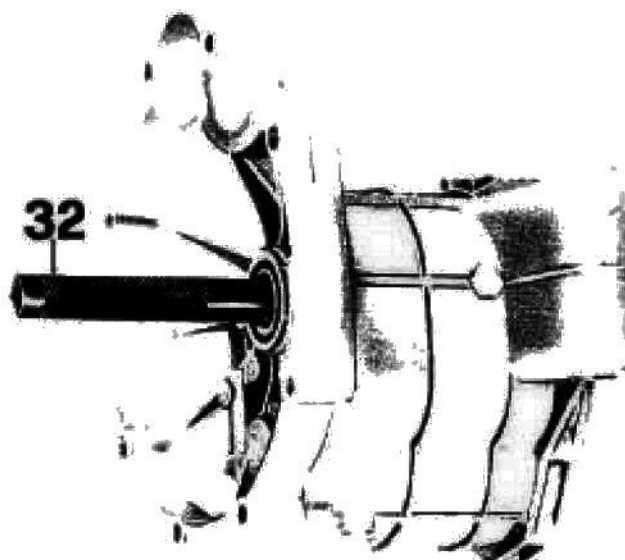

Fig. 93/1
- sfilare il cuscinetto per albero frizione a mezzo punzone n. 14929200 (32 di fig. 93/1).